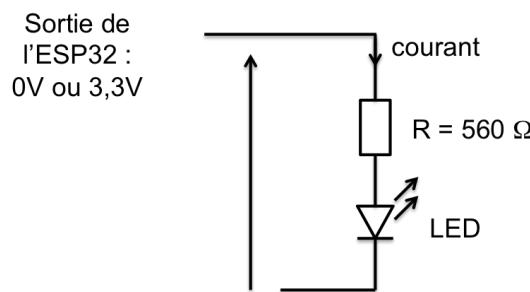

FIGURE 9 – Cablage de la LED, un niveau 3,3V provoque son allumage
►Q.40: Câblons une LED jaune sur la platine de connexions, sur la sortie 18, selon le schéma de la figure 9. Nous mettrons en série une résistance de limitation de courant de 560Ω , qui permet de fixer le courant à la valeur d'environ 2 mA dans la LED ($(3,3V - 2,2V)/560\Omega = 2mA$) lorsque la sortie est à l'état haut, soit 3,3V. Rappel : 2,2V est environ la tension de seuil de la LED, c'est à dire la tension à ses bornes lorsque un courant la traverse. Nous pourrions descendre la valeur de la résistance à 220Ω sans souci car le courant monterait à 5 mA, ce qui est acceptable pour la sortie numérique.